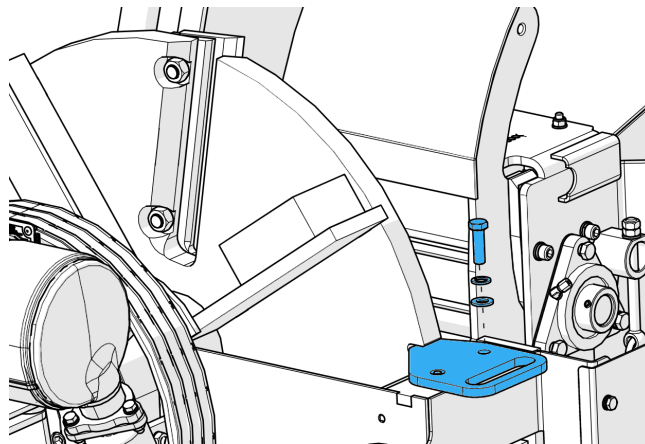

Figure 53 - Installation de l'outil de blocage du volant.
6. Tourner le volant moteur jusqu'à qu'il se positionne de verrouillage. (Figure 53).
7. Insérer l'outil de blocage de volant dans la rainure sur le volant. La rainure devient visible dès que la roue est dans la position correcte (Figure 53).